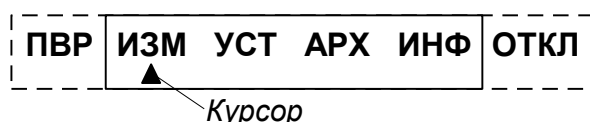

Рис.1. Основное меню.
1.1.3. В режиме РАБОТА при перерыве в работе с клавиатурой более 60 с индикация на дисплее ЖКИ отключается. Для включения индикации достаточно нажать любую кнопку на клавиатуре. При этом на дисплее индицируется основное меню (рис. 1):